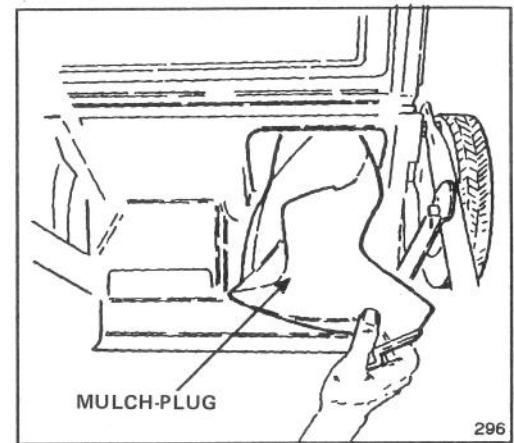

Bild 28
4. **Mulch-Plug-Kit, Modell Nr. 59172** – Beinhaltet Mulchplug (Bild 28), Mulchmesser, Messerversteifer und Schutzpfanne. Wandelt einen nach hinten auswerfenden Grasfangsackmäher in einen Mulchmäher um.